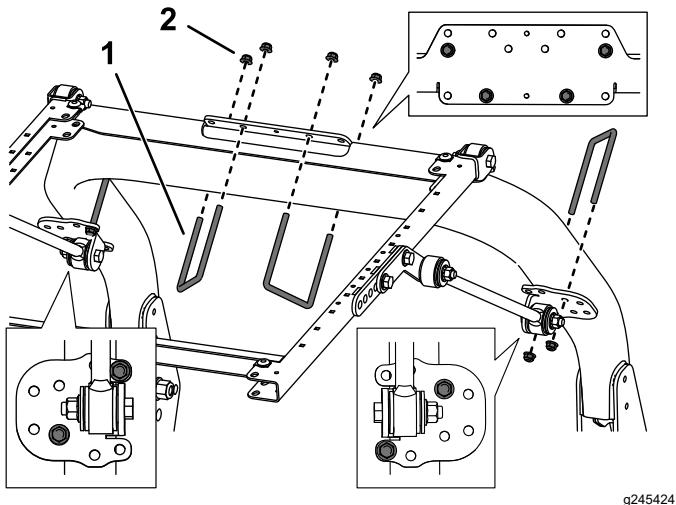

Рисунок 39
8. Используя монтажные отверстия, показанные на Рисунок 39, прикрепите, не затягивая, все кронштейны подпорок к стойкам защитной дуги с помощью U-образного болта (3½ x 5 дюймов) и 2 фланцевых гаек.